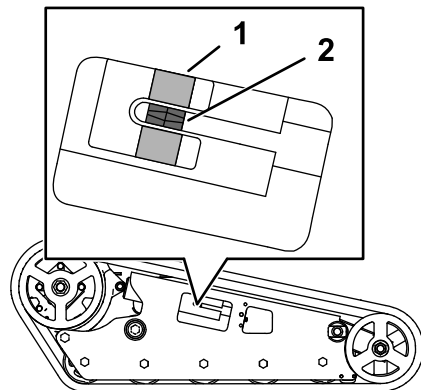

図 58
テンションブロックがデカルの緑色のガイドに整列していること、またはテンションチューブのスロットの後端から 13 mm 離れていることを確認してください 図 58。適正位置にない場合には、以下の調整を行います
4. 1/2" のドライブラチェットを使用して、テンショニングねじを左に回して、テンションブロックをデカルの緑色のガイドに整列、またはテンションチューブのスロットの後端から 13 mm の距離にセットする 図 58。